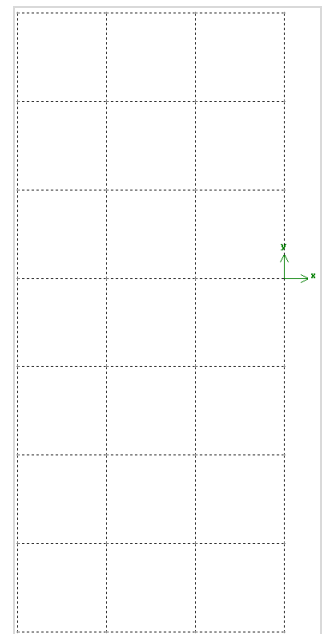

Рис.13.3.2 Перенос системы координат
- После активизации данного режима щелкните кнопкой мыши в один из узлов сети так, чтобы система координат приняла нужное положение (рис.13.3.2).